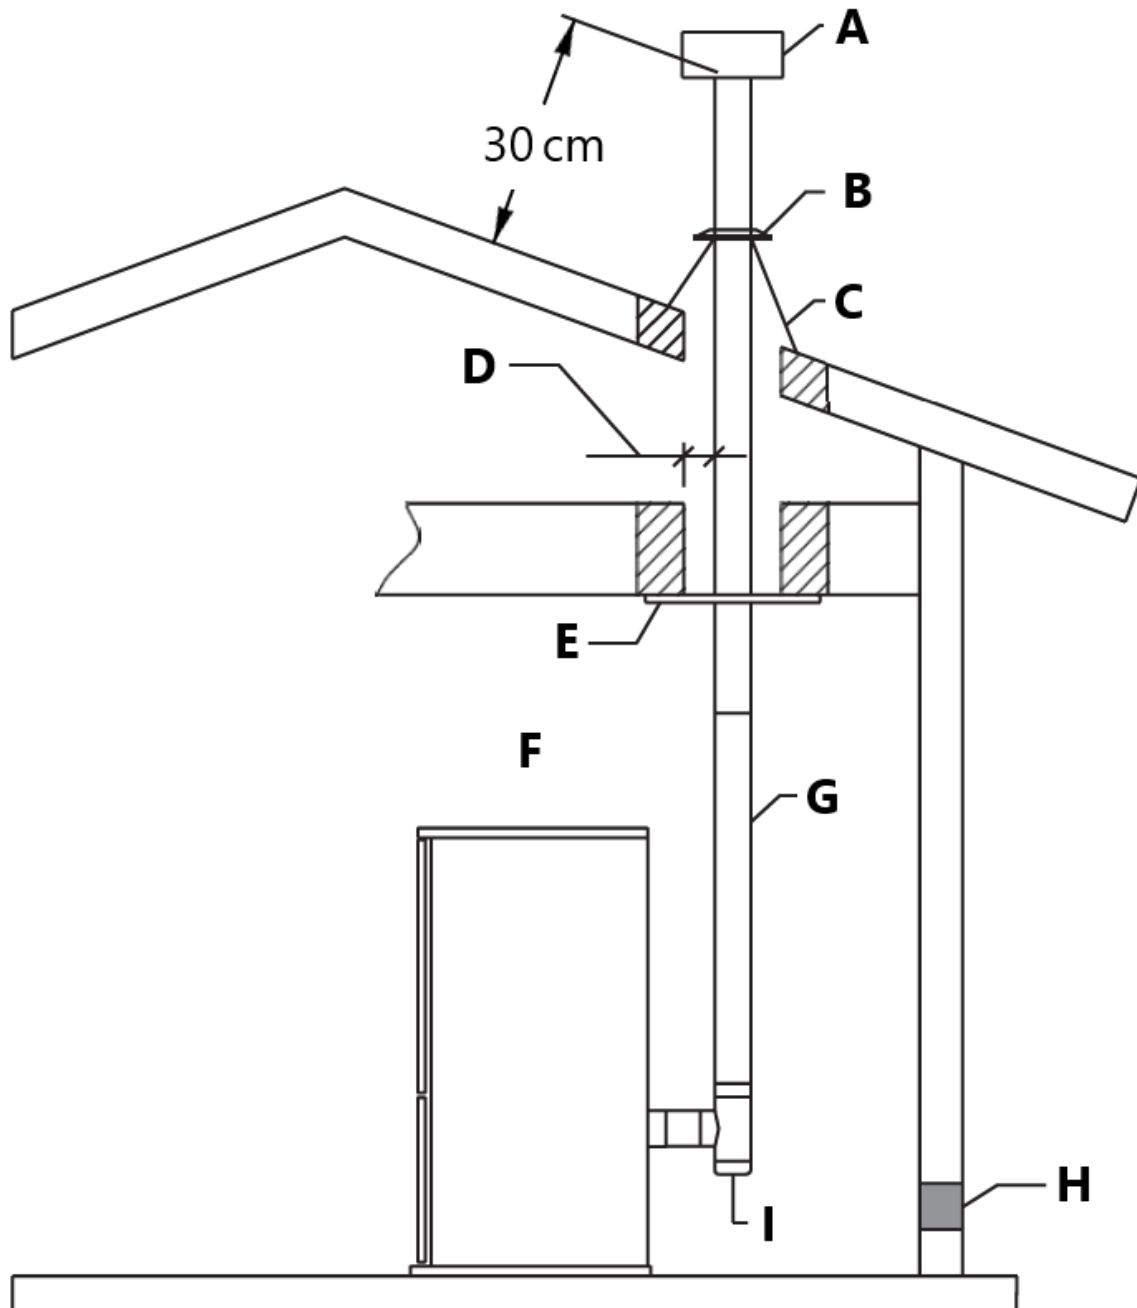

fig. 11
- Forlæng PL Vent mindst 30 cm (12") over taglinjen, og afslut med en PL-listet regnhætte (fig. 11). Hvis ventilationsåbningen strækker sig mere end 6' over taggennemføringen, skal der bruges tagafstiverstænger og et tagafstiverbånd til at give sidestøtte. I geografiske områder med vedvarende lav omgivelsestemperatur anbefales det at lukke de udvendige ventilationsåbninger under taglinjen. Det hjælper med at reducere kondens, ophobning af sod og dårligt træk.
- Sæt regnhætten på den øverste udluftningssektion, og drej den fast til den øverste udluftningssektion (Fig.11).